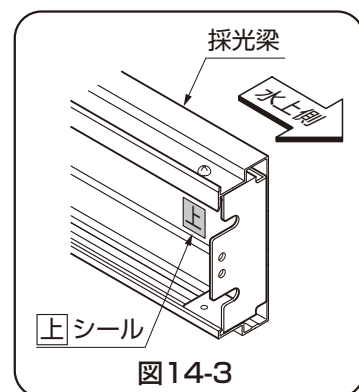

図14-3
- 採光梁の「上」シールを水上側に取付けてください。(図14-3参照)